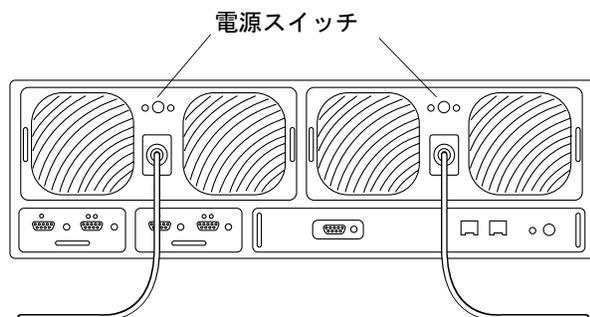

図 3-1 電源スイッチの位置
3. 各電源・冷却装置の電源ボタンを押して、スイッチをオフにします (図 3-1)。